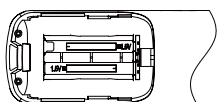

fig. 8
3) Extraiga las baterías antiguas. Instale dos nuevas baterías AAA respetando las polaridades positiva y negativa indicadas (véase “fig. 8”). Cierre la tapa de la batería.